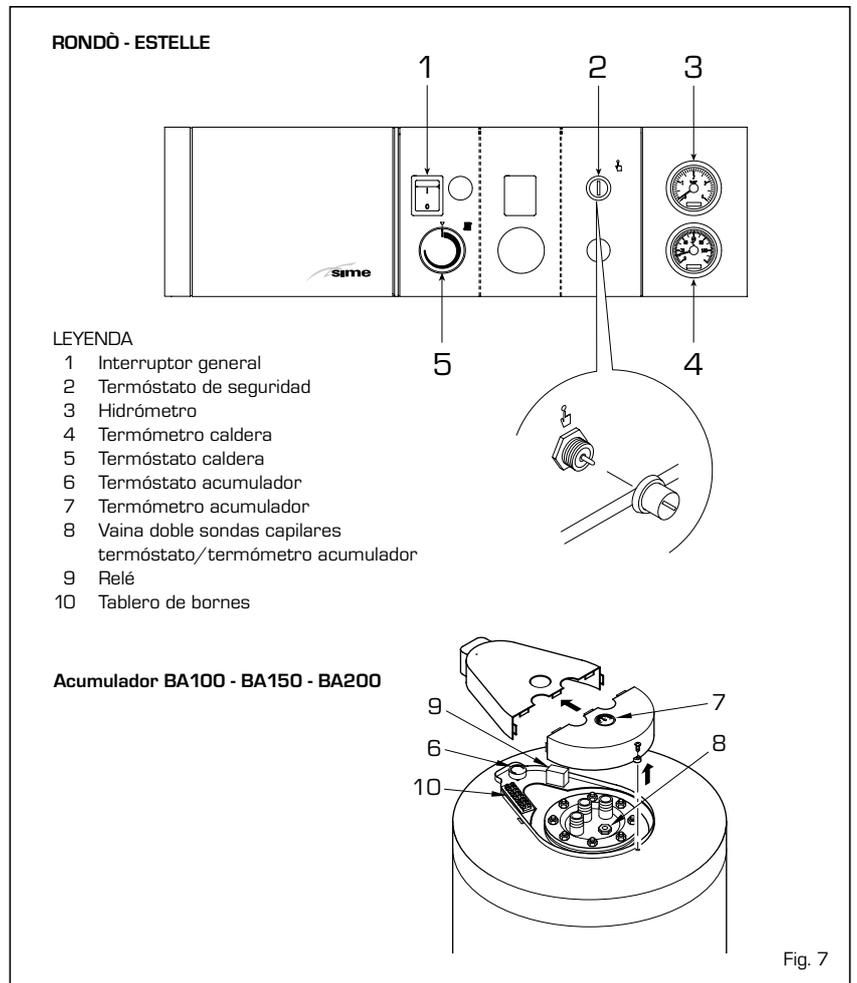

Fig. 7
- sacar la protección del acumulador para acceder a los bornes de conexión (fig. 7);
3.2.1 Encendido caldera (fig. 7)
- colocar el mando del termostato caldera (5) a una temperatura de mínimo 60°C. El valor de la temperatura establecida se controla sobre el termómetro (4).
- programar la temperatura del sanitario sobre el termostato acumulador (6). El valor de la temperatura establecida se controla sobre el termómetro (7).
3.2.2 Termóstato de seguridad (fig. 7)
3.2.3 Rellenado de la instalación (fig. 7)
3.2.4 Apagado caldera (fig. 7)